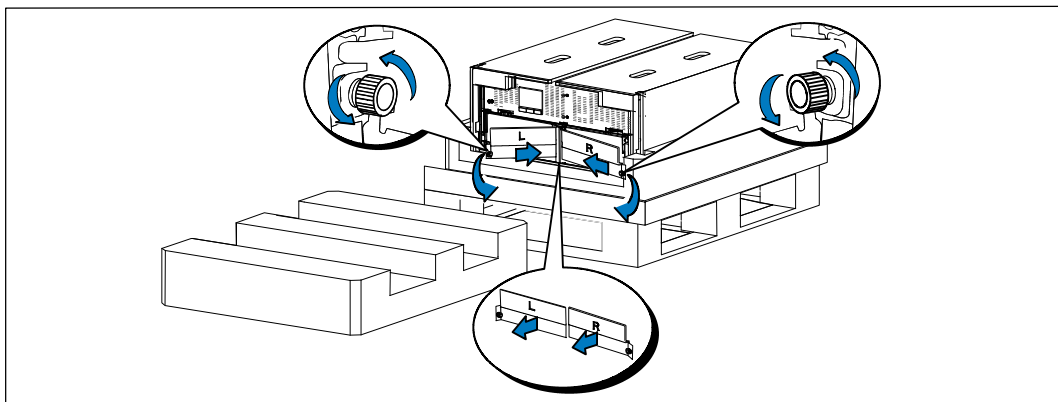

Figura 7. Remoción de las escuadras de soporte de la batería
- 5 Retire las dos baterías de las escuadras de soporte del UPS (véase Figura 7):